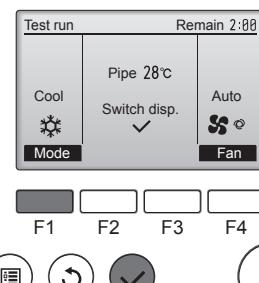

Fig. 7-3
- Tryk på knappen [F1] for at ændre driftstilstand. (Fig. 7-3)